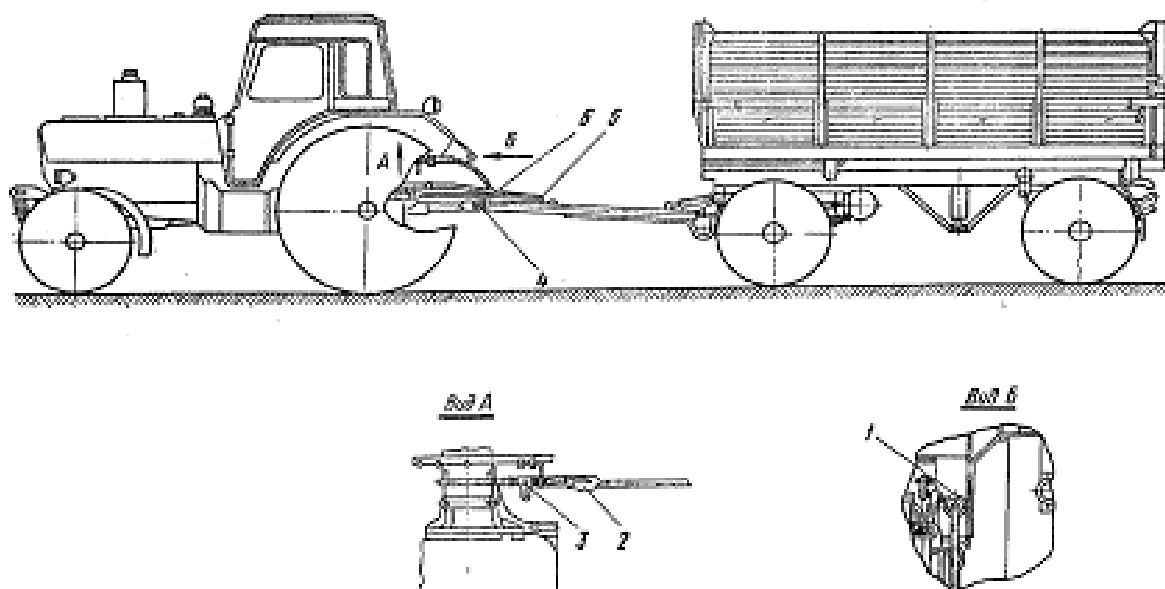

Рис. 37. Схема агрегатирования прицепа с трактором МТЗ-82:
5.1. Схема агрегирования одного прицепа с тракторами МТЗ-82 (рис. 37).